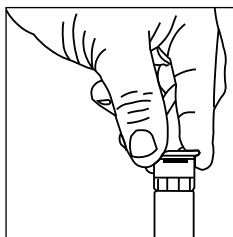

Fig. 2
1. Para aumentar o arco, agarre o bordo do bico e rode para a esquerda (Fig. 2).